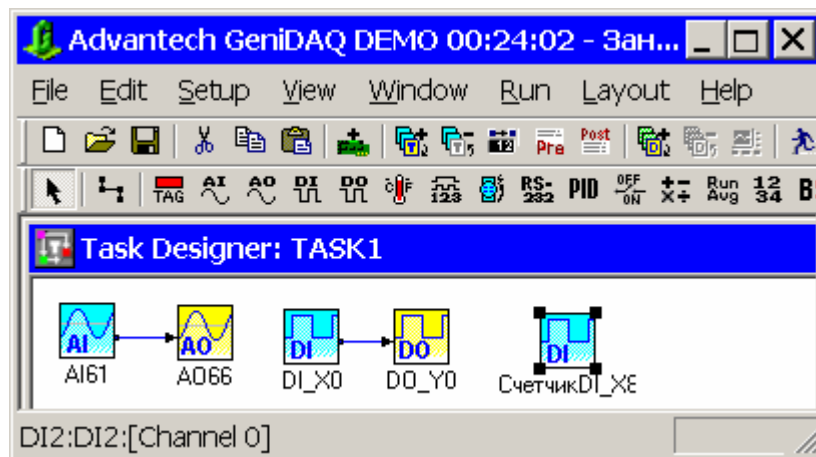

Рис. 5.21. Окно редактора задач
11. *Одиннадцатое действие.* В результате выполненных действий окно редактора задач примет вид, указанный на рис. 5.21.